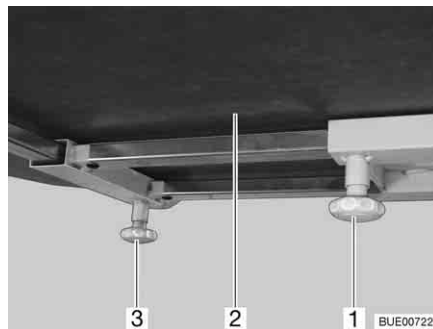

Bild 102 Förskjut bordsskivan (alternativ)
- Lossa den räfflade skruven (Bild 102,1).
- Skjut bordsskivan (Bild 102,2) till önskat läge.
- Lossa den räfflade skruven (Bild 102,3).